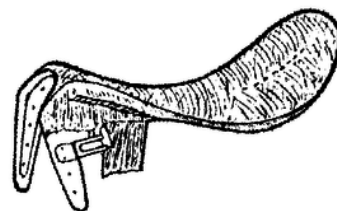

Fig. 1
**Anfertigung eines englischen Herrensattels.** (Fortsetzung.) Das Matrazieren des Baumes, zu welchem wir jetzt kommen, ist gleichfalls eine Arbeit, auf welche recht viel Mühe und Sorgfalt verwendet werden muss. Nächste den Gurten trägt eine gute und sachgemässe Matratze viel zur Dauerhaftigkeit und Erhaltung des Sitzes bei. Als Stoffe, welche hierzu verwendet werden, gelten Flanell, Nessel oder dünnes Leinen. Ersterer eignet sich am besten dafür. Zum Polstern nimmt man Sattelwolle, beste Qualität, welche sich am längsten weich und elastisch hält. Man legt sich zunächst eine Lage Wolle über den ganzen Sitz, am After und Kopf etwas stärker als in der Mitte. Den Flanell, welchen man nach einem Modell in der erforderlichen Grösse geschnitten, heftet man erst hinten in der Mitte mit einem Nagel, zieht ihn dann leicht nach vorn und heftet im Kopf ebenfalls. Alsdann zieht man in der Mitte nach unten und heftet auch dort jederseits. Mit schlanken Stichen näht man hierauf den Sitz in der Mitte lang durch, damit der Flanell nicht mehr nach der Seite rutscht. Beim Festnageln kann er dann ziemlich straff angezogen werden, und zwar beginnt man damit auf beiden Seiten, etwa dort, wo die Schenkelwulst nach vorn endigt. Zunächst von da nach hinten bis an den After, dann nach vorn bis an die Strupfungurte. Um den After, welcher jetzt festgenagelt wird, tut man gut, etwas Kleister unterzustreichen, damit sich die Falten besser verteilen. Ist die Hinterpartie so weit fertig, wird der Flanell mit der Zange über die beiden vorstehenden Ecken des Kopfes fest nach vorn gezogen. Wenn sich dabei Wolle mit über die Kante gezogen hat, so stösst man dieselbe wieder zurück und nagelt hierauf den Flanell im Kopf fest. Es bleibt nun noch das Stück vom Kopf bis über die Strupfungurte; auch da wird der Flanell gut angezogen und auf der Trachte genagelt. Mit Bleistift markiert man sich jetzt die Lage der kleinen Taschen am Sitz. Etwa 2 Zentimeter seitlich davon zieht man noch einen Strich, hinter dem Kopf angefangen über die Strupfungurte, bis an den Rand der Trachte. Auf dem letztgenannten Strich näht man die Matratze durch die Gurte ab. Wo man mit dem Nähen an der Trachte nicht weiter kann, werden ein paar Nägel geschlagen. Vor dem Abnähen muss die unterliegende Wolle so weit zurückgezogen werden, dass keine unter die Naht kommt. Die Fassung, welche man durch dieses Abnähen gewinnt, heisst die Taille. Die Polsterung auf dem Sitz ist nun noch lange nicht fest genug, und muss die fehlende Wolle jetzt nachgefüllt werden. Man macht zu dem Zwecke auf der Mitte des Sitzes einen Einschnitt in den Flanell. Die Stelle überstreicht man vorher mit Wachs, damit es sich wieder gut zusammennähen lässt. Von da aus füllt man die Wolle nach allen Seiten vorsichtig nach. Alle Knoten, die sich bilden, müssen mit der Ahe vorzuehen werden. Ueberhaupt muss man beim Matrazieren fleissig mit der Vorziehahle hantieren, dass alle Wolle an die richtige Stelle kommt. In der Mitte entlang braucht man in der Regel wenig Polsterung. Dagegen muss am Kopf und an den Seiten, besonders an den Sitzstellen, möglichst stark und fest die Wolle hingearbeitet werden. Die Schenkellage muss etwas abfällig sein, damit sich ein guter Uebergang zu den grossen Taschen bildet. Ein fertigmatrazierter Baum ist in Fig. 1 veranschaulicht.